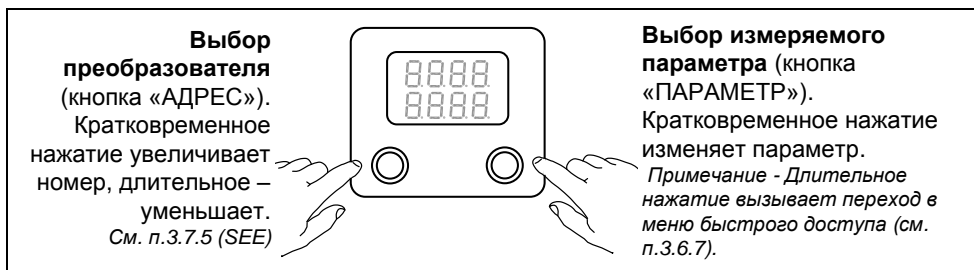

Рисунок 4
3.6.5.2 Управление работой сигнализатора осуществляется кнопками «АДРЕС» и «ПАРАМЕТР» (рисунок 4).